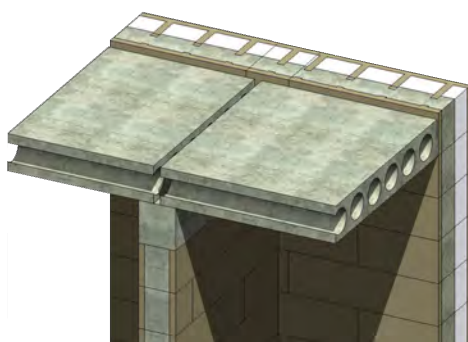

Рис. 11.4
11.4 Опираие двух многпустотных плит на внутреннюю стену из блоков серии 22/15П производится за счет дополнительного армопояса с минимальным сечением 220x125мм. (рис.11.4)